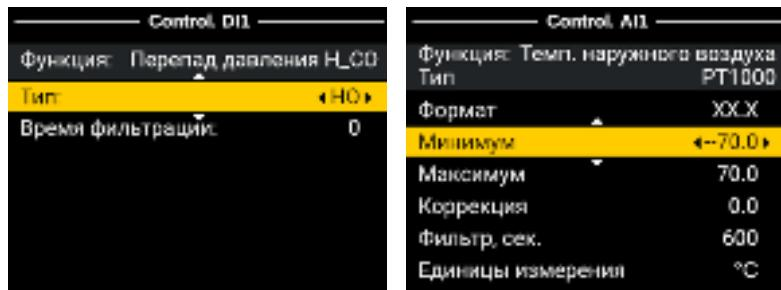

Рис.16. Пример настроек дискретных и аналоговых входов.
После нажатия «Ввода» на поле выбранного входа/выхода в общей таблице (Рис.15), открываются меню просмотра и редактирования (на разблокированном контроллере) индивидуальных настроек входов/выходов (Рис.16). На странице настройки дискретного входа (DI) можно изменить тип входа по умолчанию – нормально открытый (НО) или нормально закрытый (НЗ). Срабатыванием дискретного входа в логике программы считается изменение состояния по умолчанию: для нормально открытых входов – это замыкание контактов, для нормально закрытых входов – размыкание контактов. Также может быть индивидуально настроено время фильтрации (по умолчанию – 0с) – сигнал считается сработавшим, если он продержался на входе данного DI в течение времени фильтрации. Для аналоговых входов в меню отображается предустановленный тип (Pt1000, 4-20mA), единицы измерения, а также следующие настроочные параметры: